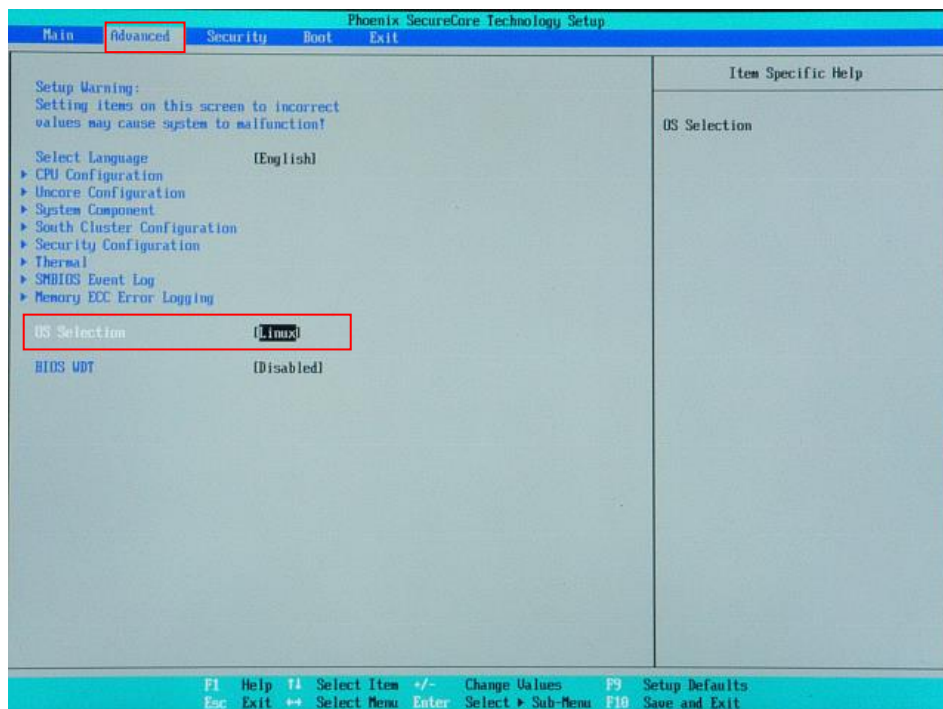

図 5-1-2-1. BIOS 設定 Advanced メニュー
- ⑦ [Boot]メニューを選択します。(図 5-1-2-2)
- ⑧ [USB CD] (接続した USB-DVD ドライブ)を[ATA HDD0] (m-SATA メインストレージ)よりも上に設定します。